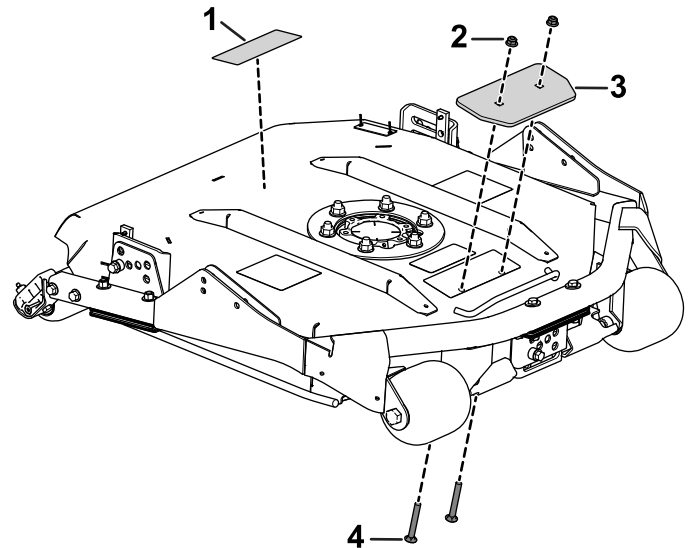

Figura 2
4. Utilice las tuercas con arandela prensada para sujetar las placas de lastre a la unidad de corte (Figura 2).
5. Coloque la pegatina de alturas de corte hacia la parte trasera de la unidad de corte (Figura 2).
3. Coloque un tornillo ranurado a través de cada taladro (Figura 2).